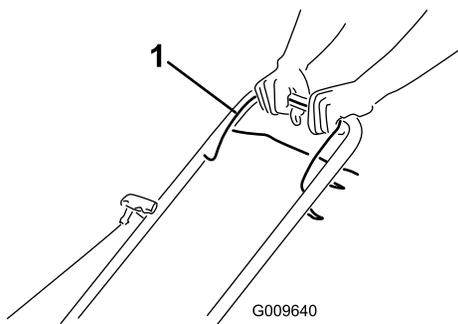

Figura 9
1. Sujete la barra de control de la cuchilla (Figura 9) contra el manillar.